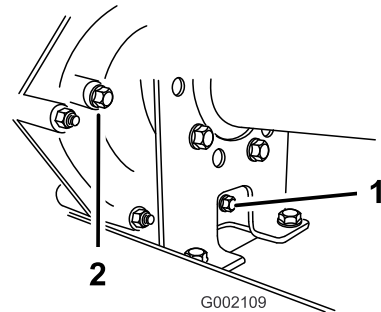

図 59
2. 補給口および排出口の周囲をウェスできれいにふき取る図 59。
4. 補給プラグを左に回して抜きとる図 59。
5. ドレンプラグを左に回して抜きとる図 59。
6. ガスケットとドレンプラグを元通りに取り付ける図 59。